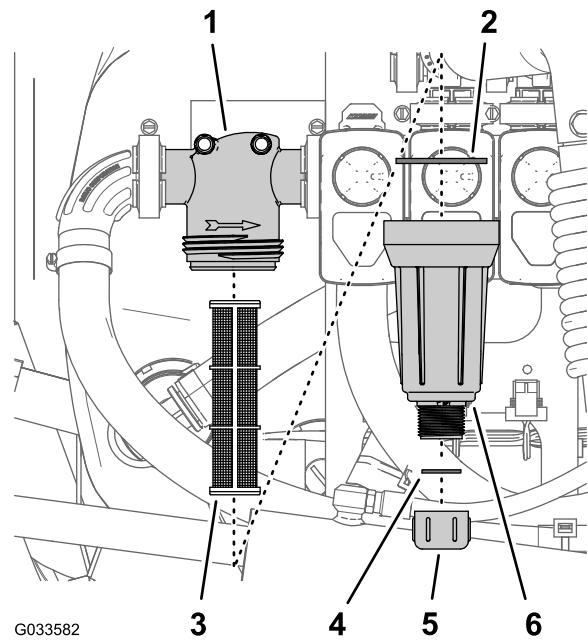

Figura 80
- Coloque un recipiente de drenaje debajo del filtro de presión (Figura 80).
- Gire el tapón de vaciado en sentido antihorario y retírelo de la cubeta del filtro de presión (Figura 80).
4. Enrosque la cubeta en sentido antihorario y retire la cabeza del filtro (Figura 80).
5. Retire el elemento del filtro de presión (Figura 80).
7. Inspeccione la junta del tapón de vaciado (situada dentro de la cubeta) y la junta de la cubeta (situada dentro de la cabeza del filtro) en busca de daños o desgaste (Figura 80).
8. Instale el elemento del filtro de presión en la cabeza del filtro (Figura 80).
9. Instale la cubeta en la cabeza del filtro, y apriétela a mano (Figura 80).
10. Coloque el tapón de vaciado en el acoplamiento inferior de la cubeta, y apriete el tapón a mano (Figura 80).